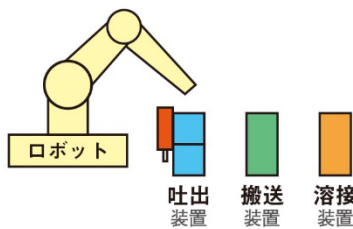

図8 吐出装置と他装置を交換
- ① 吐出装置と、搬送装置や溶接装置を交換して使い分ける（図8）。